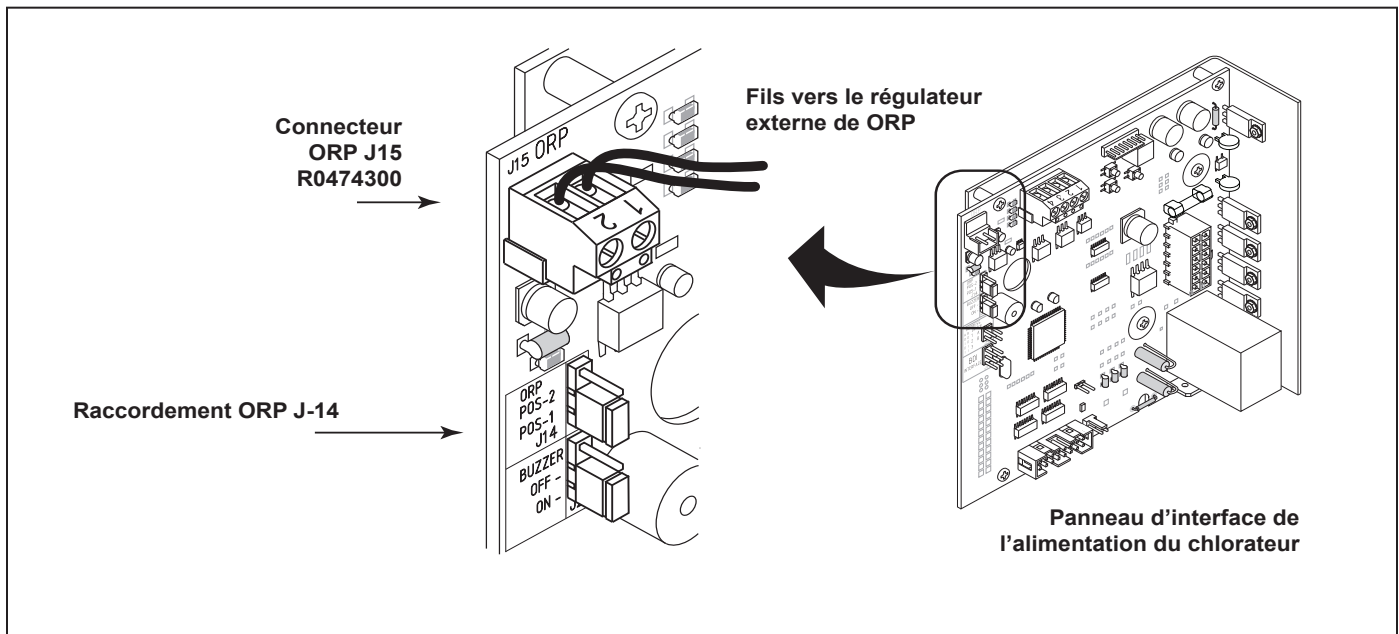

Figure 16. Raccordement mobile ORP J14
Un dispositif externe tel qu'un système de contrôle de potentiel de redox (ORP) fournissant 24 volts de courant alternatif peut être utilisé pour commander le fonctionnement du chlorateur. La carte d'interface du chlorateur peut être réglée sur le terrain pour fonctionner en deux (2) modes différents. Le mode de fonctionnement dépend de la position du raccordement mobile J14. Voir la Figure 16 pour l'emplacement.
**POS-1** (Attendre au moins une (1) minute après la mise sous tension. Voir la Remarque 1.